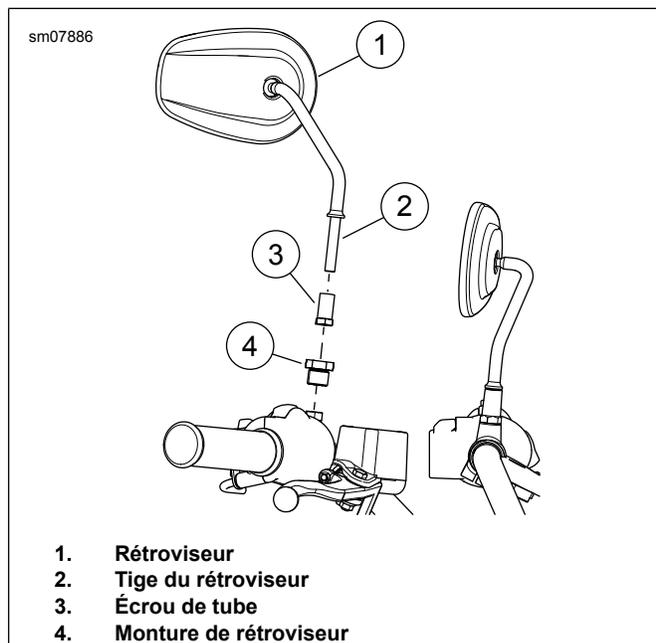

Figure 3. Rétroviseur
1. Voir la figure 3. Déposer le rétroviseur.
- Déposer l'écrou du tube (3).
- Déposer le rétroviseur (1).
c. Déposer le montage du rétroviseur (4).
a. Poser le montage du rétroviseur (4). Serrer.